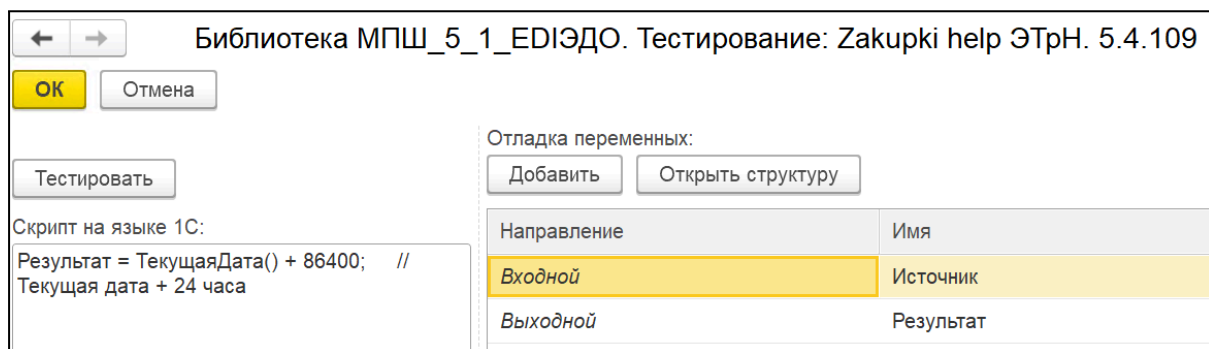

Рис. 44. Пример скрипта для поля «ПередачаГруза/ВремяПодачи/План/Дата»
4. В поле «Скрипт на языке 1С» введите код (рис. 44). Пример скрипта: